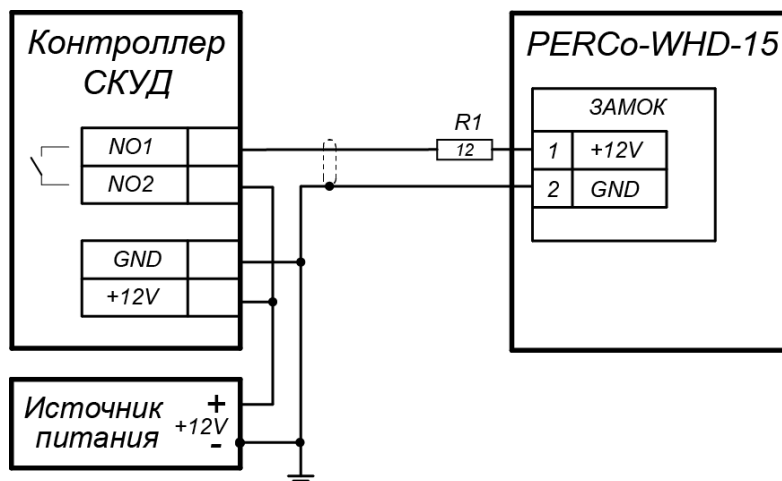

Рисунок 4. Рекомендованная схема подключения электромеханического замка калитки к контроллеру СКУД
7. При работе калитки в составе СКУД подключите ИП и контроллер СКУД к электромеханическому замку калитки (см. рис. 4). Рекомендуется использовать ИП переменного или постоянного тока с напряжением питания 12 В / 3 А.
Длительность управляющего сигнала от контроллера СКУД должна быть не менее 0,5, но не более 1 секунды. Подача управляющего сигнала большей длительности может привести к выходу замка из строя. Для снижения вероятности выхода замка из строя (ограничения тока в цепи питания замка) рекомендуется устанавливать резистор **R1** (см. рис. 4) номиналом 12 Ом (10 Вт).